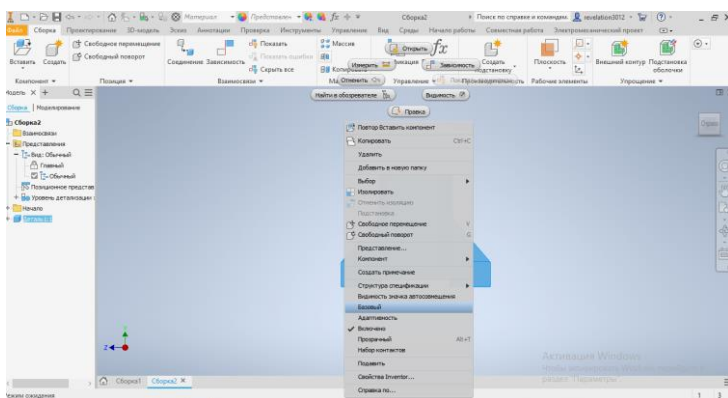
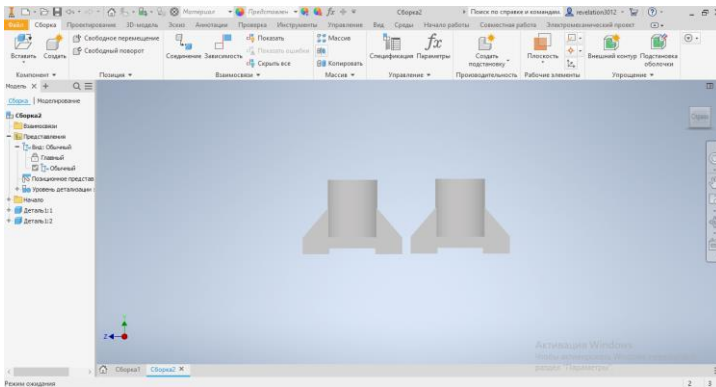

Рис. 2.3. Формування базової моделі зборки
Рис. 2.4. Розташування деталі відносно базової
Один з компонентів зборки обов'язково повинен бути базовим, тобто мати фіксоване положення. Це дозволить уникнути зайвих переміщень і дасть можливість знизити появу помилок у процесі побудови моделі. Для цього наведемо курсор миші на деталь та натиснемо «ПКМ», у спливаючому меню вибираємо «Базовий» (рис. 2.3). Якщо зборка складається з двох або більше однакових деталей, то їх можна скопіювати та розташувати поряд з базовою деталлю (рис. 2.4).
2.2. Створити копію деталі розробленої у попередній лабораторній роботі (див. рис. 2.4).